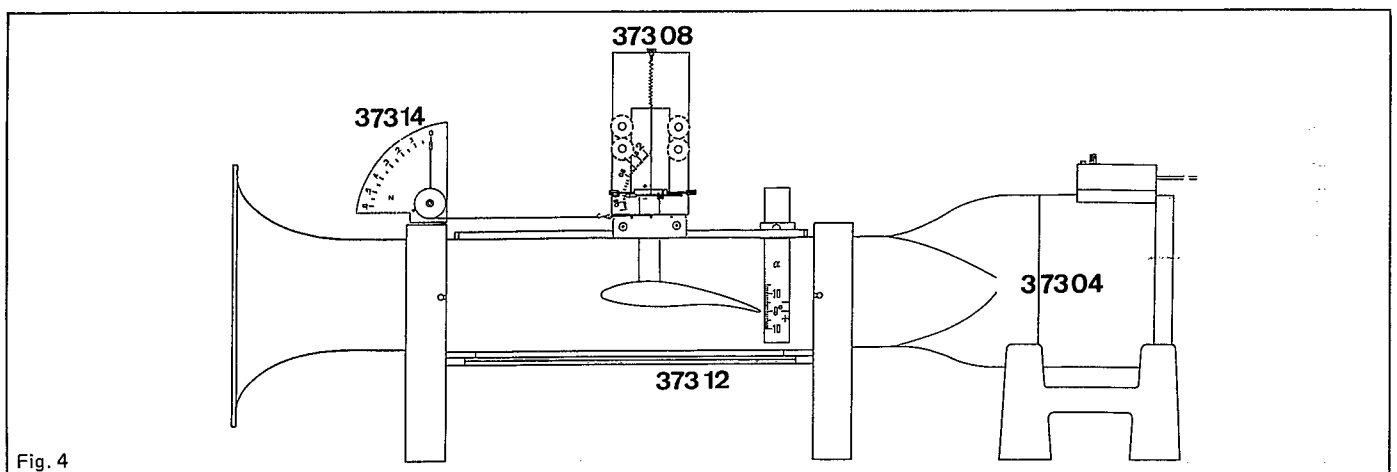

Fig. 4
b) für Versuche zur Flugphysik (s. Fig. 4):
b) for experiments on aerodynamics (see Fig. 4):
Fig. 4 Versuchsaufbau zur Flugphysik im Windkanal mit ebenem Boden: Messung von Auftrieb und Widerstandskraft am Tragflügel bei verschiedenen Anstellwinkeln (Aufnahme der Polare).
Fig. 4 Set-up for aerodynamic experiments in the wind tunnel with level floor: Measurement of lift and air resistance on an airfoil with different angles of incidence (recording of the polar coordinates).